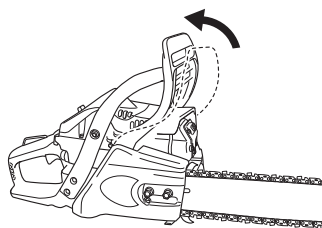

Fig. 17
- Assurez-vous de désengager le frein de chaîne. (Fig. 17)